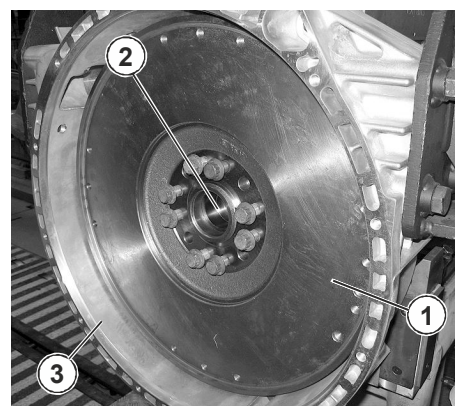
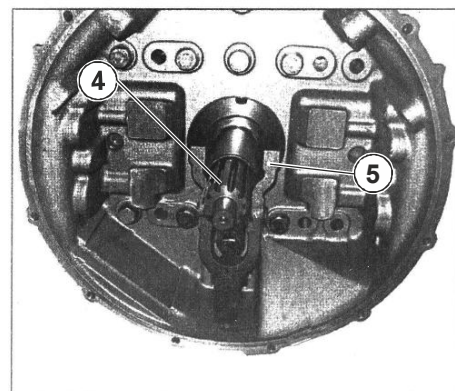

Рис. 142
Рис. 143
- Проверьте привалочную плоскость маховика (1) (см. Рис.142), ведомый и нажимной диски сцепления и диафрагменную пружину на отсутствие повреждений. При наличии повреждений узлы заменить. Перед монтажом ознакомьтесь также с указаниями по тех. обслуживанию двигателя.
- Проверьте, свободно ли проворачивается внутреннее кольцо подшипника маховика (2).
- Проверьте посадочные поверхности картера маховика (3) и сцепления на отсутствие повреждений.
- Не допускайте ошибок соосности при введении первичного вала в подшипник маховика. Подшипник (2) в маховике хотя и является самоцентрирующимся, но может только частично компенсировать ошибки соосности.
- Проверьте шлицы первичного вала (4) (см. Рис. 143) на отсутствие повреждений и удалите с поверхности шлицевого зацепления консервирующее средство.
- Вилка выключения сцепления (5) должна свободно поворачиваться вокруг точки ее крепления.